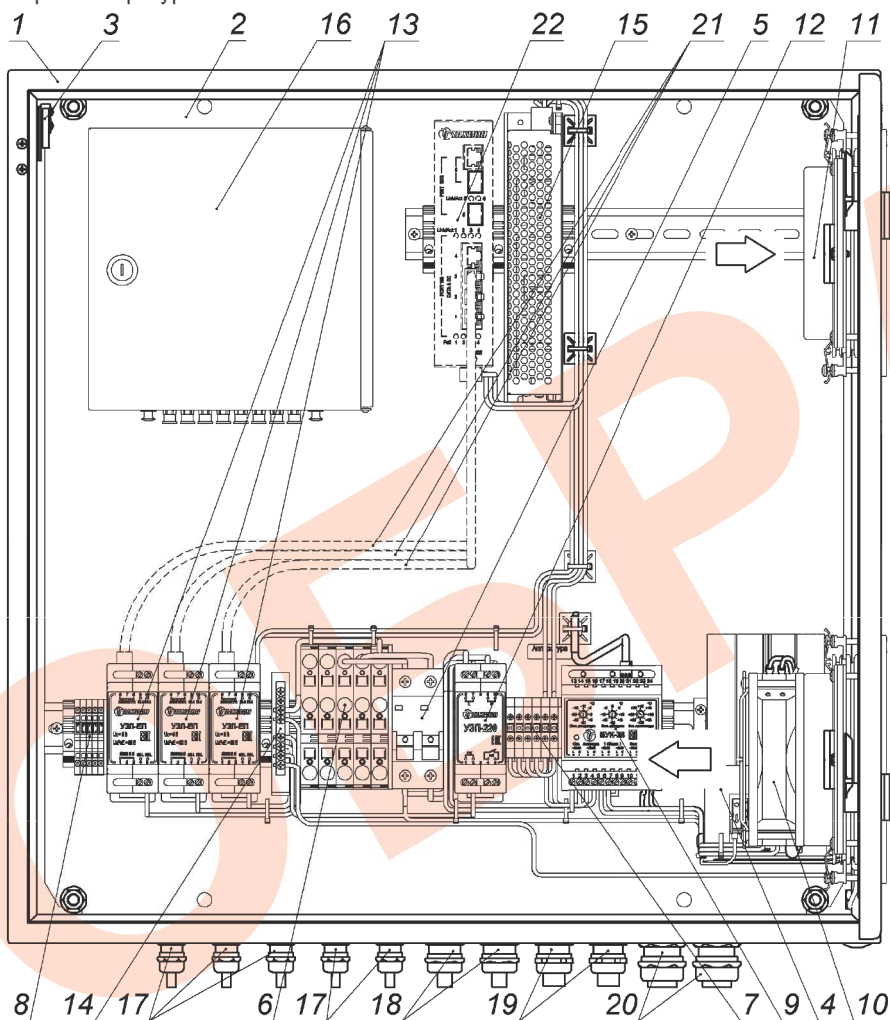

Рис.3. Устройство термощафа
- снять оптический кросс с монтажной панели, ослабив крепежные винты (рис.3);
4. При необходимости подключить тамперный контакт S2 (рис.3) к внешнему устройству сигнализации.
5. Подать напряжение питания 220В AC на клеммы X1, при этом фазный провод (L) соединить с контактом 3.1, нулевой провод (N) с контактом 4.1, а провод заземления (PE) с контактом 5.1.